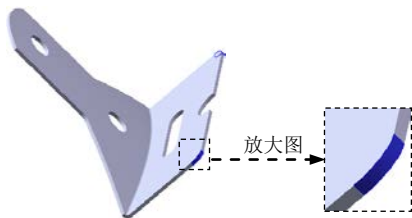
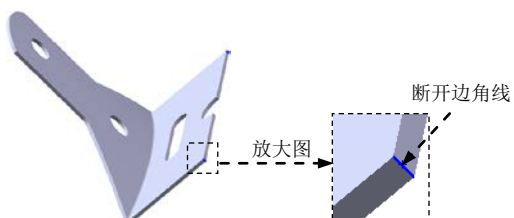

图 3.18 断开一边角 1
图 3.19 断开一边角线
Step9. 创建图 3.18 所示的钣金特征——断开一边角 1。
(1) 选择命令。选择下拉菜单 **插入(I)** → **钣金(B)** → **断裂边角(E)...** 命令(或单击“钣金”工具栏中的  按钮)。
(2) 定义折断边角选项。选取图 3.19 所示的边线；在 **折断类型:** 下单击“圆角”按钮 ，